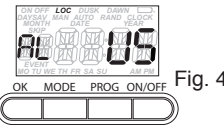

Fig. 4
7. Pour accepter le mode AUTO de réglage de l'heure d'été, appuyer sur OK et passer à l'étape 8. Pour désactiver le passage à l'heure d'été (en Arizona ou à Hawaii, par exemple), tourner le bouton pour afficher MAN en clignotant et appuyer sur OK. LOC s'affiche en haut de l'écran (Fig. 4). Passer à l'étape 13.
8. Les étapes 8 à 10 permettent de changer les dates de changement de l'heure d'été. La minuterie est réglée à l'usine sur les règles d'heure d'été des États-Unis en vigueur à compter de l'année 2007. L'écran affiche ON DAY SAV, 03 en clignotant et WK 02, indiquant que la minuterie avancera d'une heure le deuxième dimanche de mars. Passer à l'étape 9 si les réglages d'usine doivent être changés ou appuyer sur OK de façon répétée pour accepter les réglages d'usine jusqu'à afficher LOC en haut de l'écran, puis passer à l'étape 13 (Fig. 4).